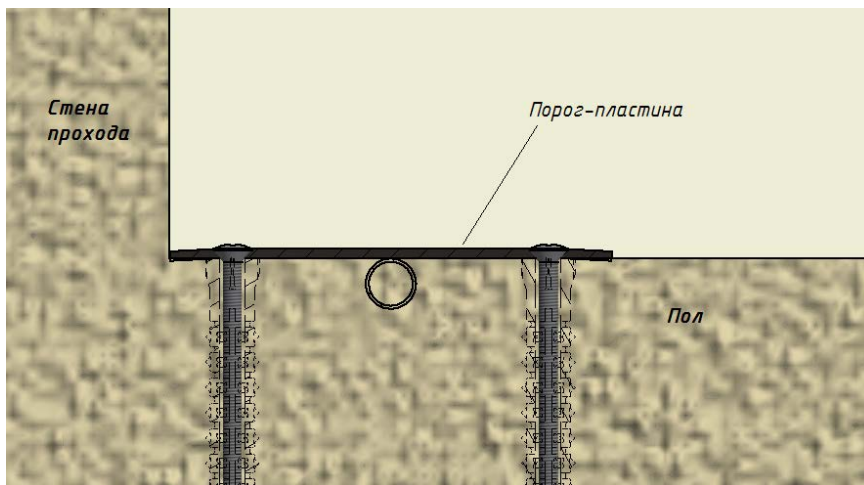

Рис.15
- Крепеж осуществляется саморезом 6.3x80.AISI304 DIN 7982 (схема на рис.15)